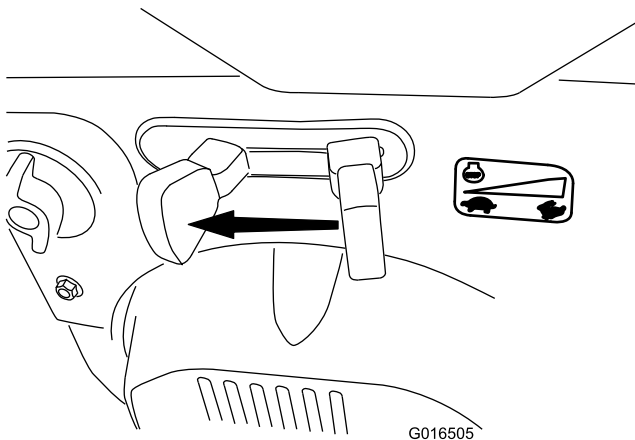

Bild 25
1. Schieben Sie die Gasbedienung in die LANGSAM-Stellung und dann in die STOPP-Stellung (Bild 25). Sie können auch den Zündschlüssel nach außen in die mittlere Stellung ziehen, um den Motor abzustellen.